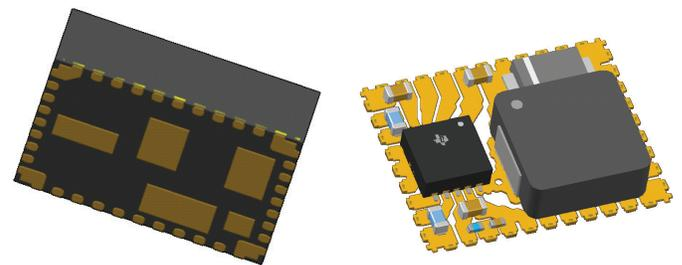

图 1。一个典型的电源模块,在一个标准的铜引线框上并排封装了硅片和电感器。
如图 1 所示,一个典型的直流/直流模块可以在同一个封装中集成电源转换器集成电路 (IC)、功率电感器、一些旁路电容器和特性编程电阻器。